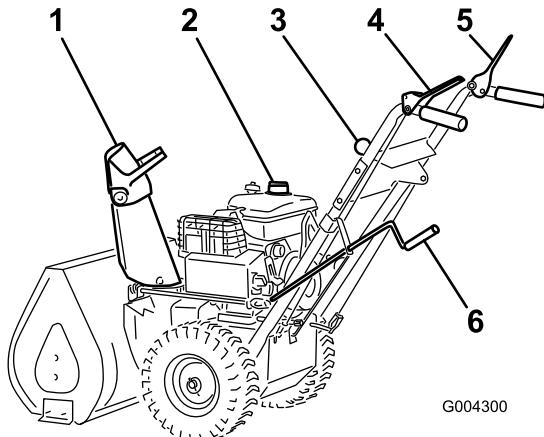

Figura 13
3. Rilasciate la leva di comando della trasmissione della coclea/ventola e la leva di comando della trazione (Figura 13).
11. Spostate la leva di selezione della velocità (Figura 13) in prima, premete la leva di comando della trazione contro l'impugnatura, e rilasciatela. Se lo spazzaneve si sposta in avanti prima di innestare la leva di comando della trazione o dopo averla rilasciata, consultate Regolazione della cinghia di trazione.